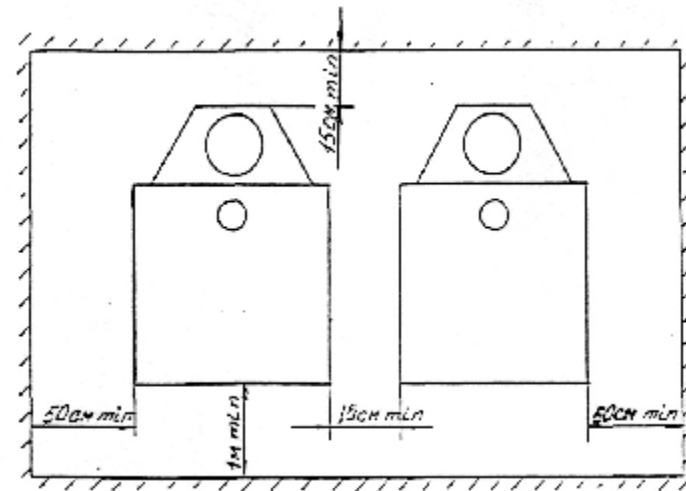

Рис.3
- 5.4. Котёл /котлы/ устанавливаются в помещении с обязательным обеспечением необходимых для обслуживания и ремонта расстояний в соответствии с рис. 3 /вид сверху/.